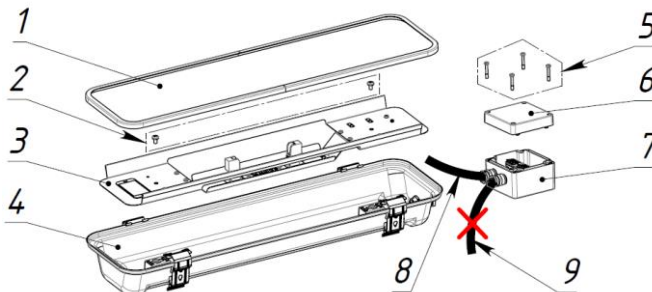

Рис. 1
1. Распаковать FOUNDRY 150H w/o driver box, снять рамку со стеклом (1), предварительно расщелкнув четыре клипсы на корпусе FOUNDRY 150H w/o driver box (4), открутить два винта М6 (2) с зубчатыми шайбами 6, вынуть монтажную панель (3) из корпуса FOUNDRY 150H w/o driver box (4), предварительно ослабив кабельный ввод. С выносного бокса для ИЗУ с подключенными двумя проводами ПРКС 3х1,5 (8) и (9), открутить четыре винта М6 (5), снять крышку (6) с корпуса бокса для ИЗУ (7), удалить провод ПРКС 3х1,5 (9), предварительно ослабив кабельный ввод на корпусе бокса для ИЗУ (7) и внутри нажав на лепестки коннектора, рядом с которым на кронштейне нанесена маркировка «ИЗУ», см. рис. 1. Внимание: не перепутать с маркировкой на кронштейне «Лампа», провод ПРКС 3х1,5 (8) не удалять.
- 4.1. С выносного бокса для ИЗУ FOUNDRY 70H w/o driver box предварительно должен быть снят провод ПРКС 3х1,5 (9), см. рис.1.
6. Установить панель монтажную (3) в корпус FOUNDRY 150H w/o driver box (4) и зафиксировать двумя винтами М6 (2) с зубчатыми шайбами 6. Момент затяжки винта М6 - 2,8 Нм. В цоколь RX7s установить металлогалогенную лампу мощностью 150 Вт (лампа не входит в комплект поставки). Установить рамку со стеклом (1) в корпус FOUNDRY 150H w/o driver box (4) и зафиксировать четырьмя клипсами. Затянуть кабельный ввод моментом, предотвращающий вырыв провода ПРКС 3х1,5 (8), см. рис. 1, 10.